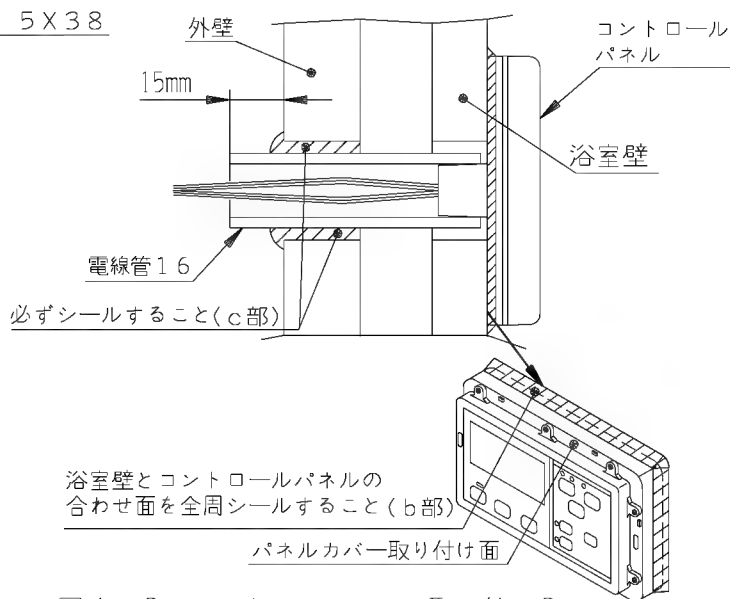

図4-2 コントロールパネル取り付け 2
(図4-2のb部参照)
- ⑥ パネルカバーをもとどおりに取り付ける。
- ⑦ 外壁の穴と電線管 16 の隙間をシリコン接着シール材でシールする。(図4-2のc部参照)
- ⑧ コントロールパネルの裏側に出ている電線管 16 が通るようにカバー取付板を壁に固定する。